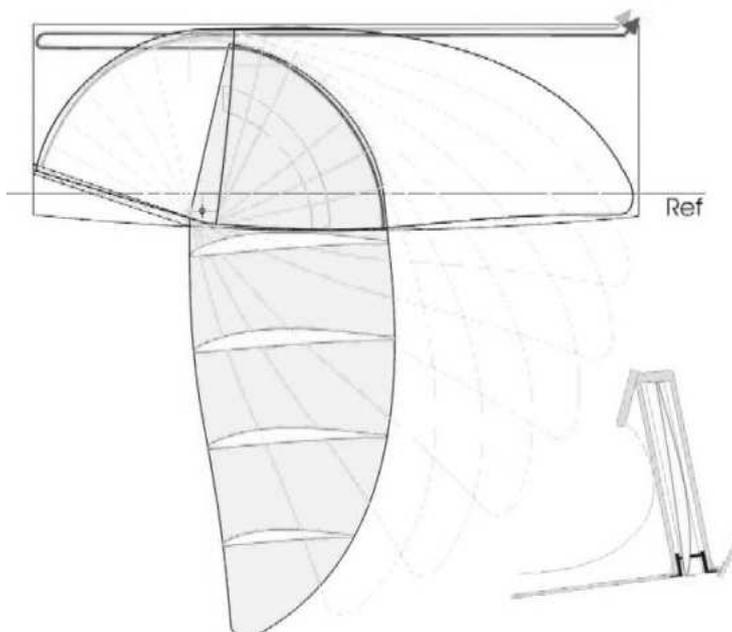
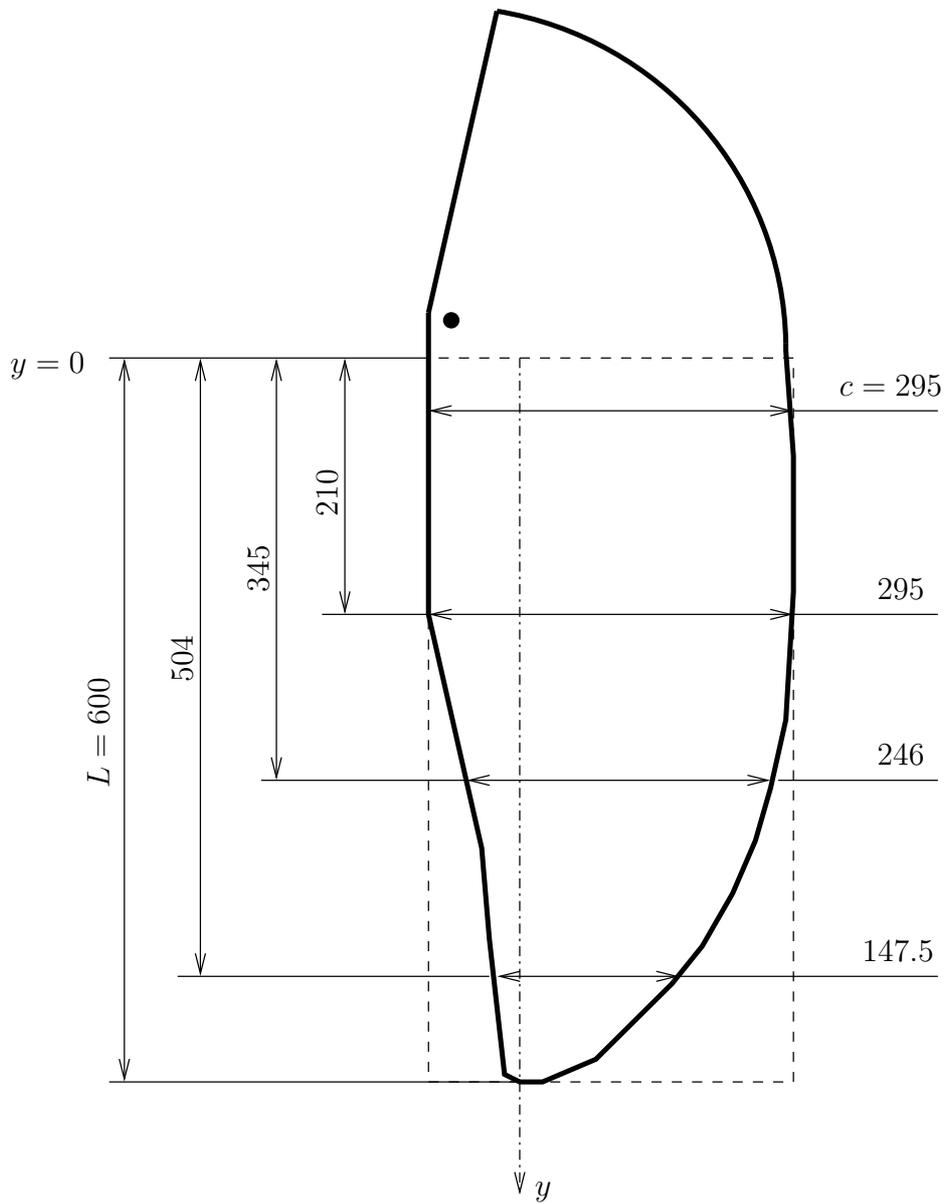

FIG. 4 – Dérive sortie ou rentrée.
FIG. 5 – Formes réelle (trait fort) et simplifiée (pointillé) de la dérive (dimensions en mm).
Dans un second temps, on considère la forme réelle de la dérive. La corde n'est plus constante (cf FIG. 4 et FIG. 5).
- 4) Pour chacune des 4 sections droites positionnées sur la FIG. 5 par  $y = 0, 210, 345$  et  $504$  mm, déterminez le nombre de Reynolds ainsi que les portances et trainées par unité d'envergure.